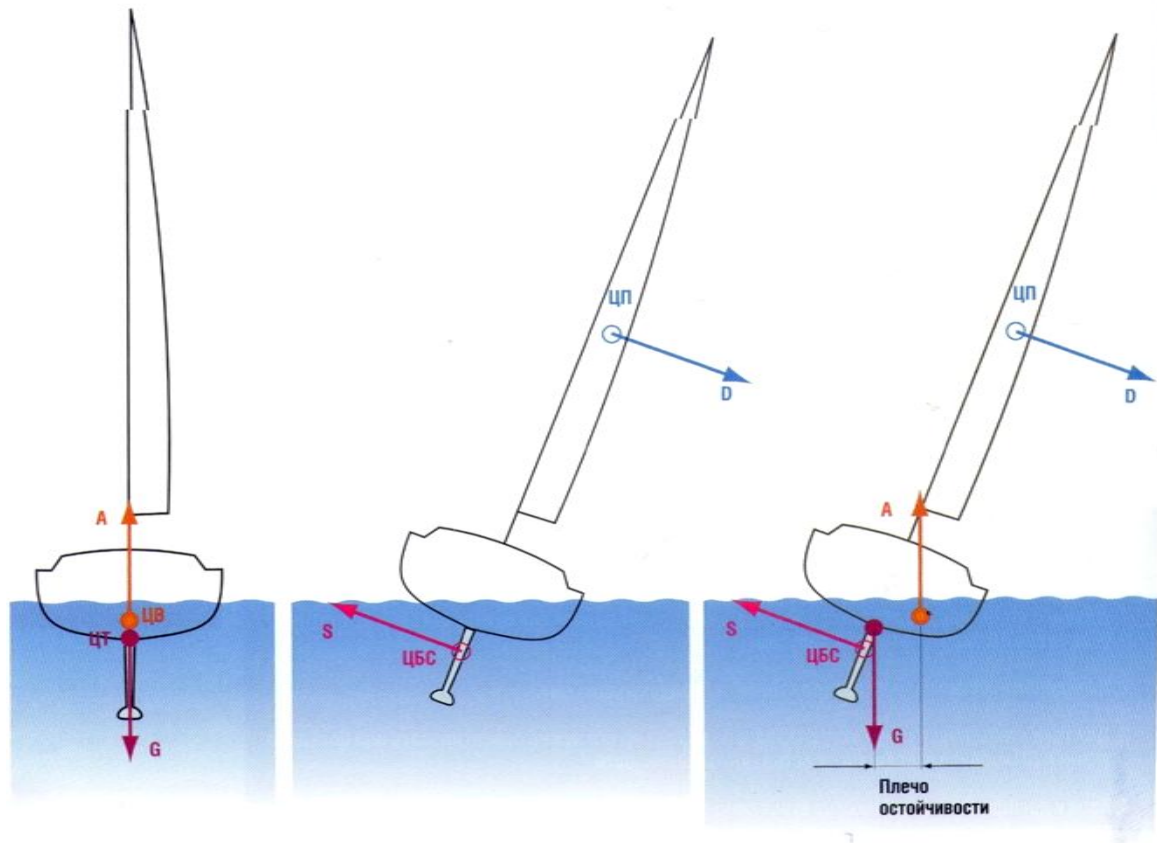

Рис. 4 Остойчивость
Вторая сила- это сила всемирного земного тяготения (G) и естественно она приложена в центре тяжести(ЦТ) судна и всегда остается неизменной как по величине, так и по положению в отличие от центра (Смотри рис. 4)
Когда данная система сил находится в равновесии, а значит между этими силами нет плеча, лодка находится в ровном положении. Если возникает некий момент сил (Кренящий момент (Mкр) который стремится накренить яхту и она кренится, то возникает так называемое плечо остойчивости это расстояние между вертикалями положения центра величины и центра тяжести. Следствием появления этого плеча является появление восстанавливающего момента который стремится восстановить систему в положение равновесия (Смотри рис.4).